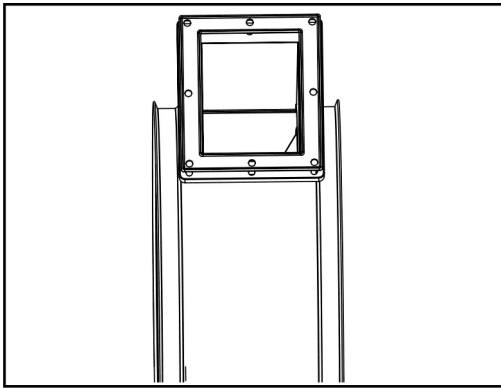
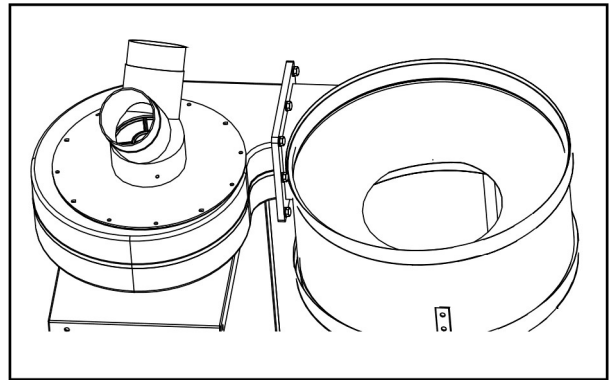

Fig.5-1
Abb.5-2
4. Gleichen Sie die Kopfmontage auf den Behälter an und legen Sie die Abdichtung dazwischen. Befestigen Sie sie zusammen mit den entsprechenden Schrauben, Muttern und Unterlegscheiben. (Abb.5-1, Abb.5-2)